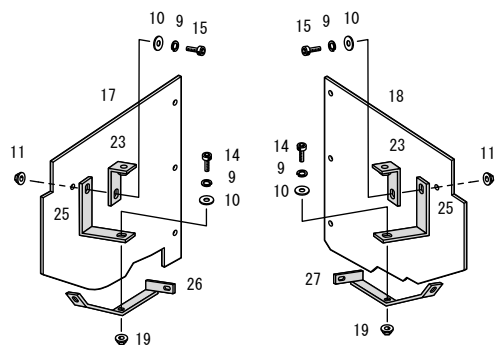

図7
- (1) 図7～図11のようにキットパーツを組み付けてください。